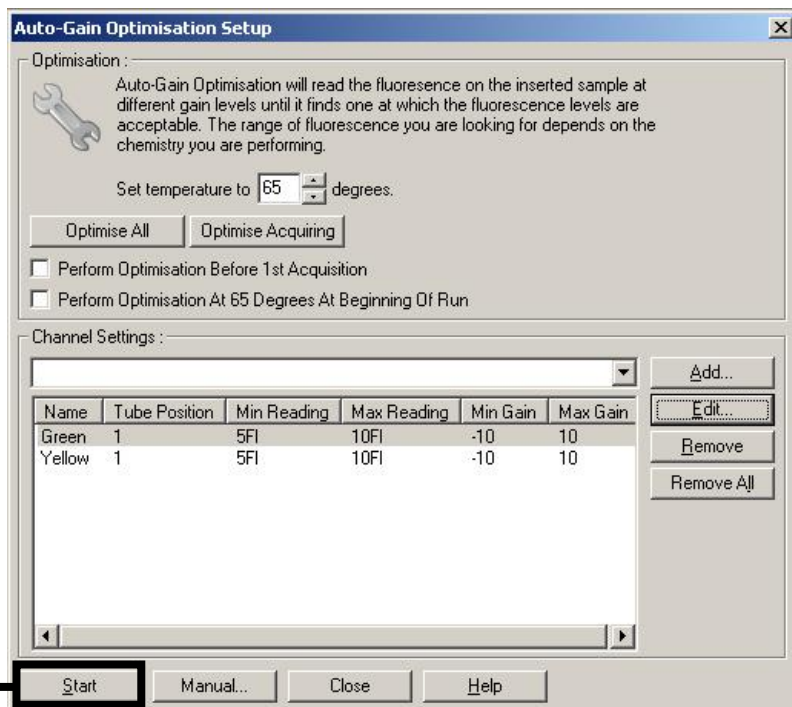

Figura 3. Iniciar a otimização do ganho.
3. Clique em **Start** (Iniciar) para iniciar a otimização do ganho para o primeiro ensaio *artus* (Figura 3).